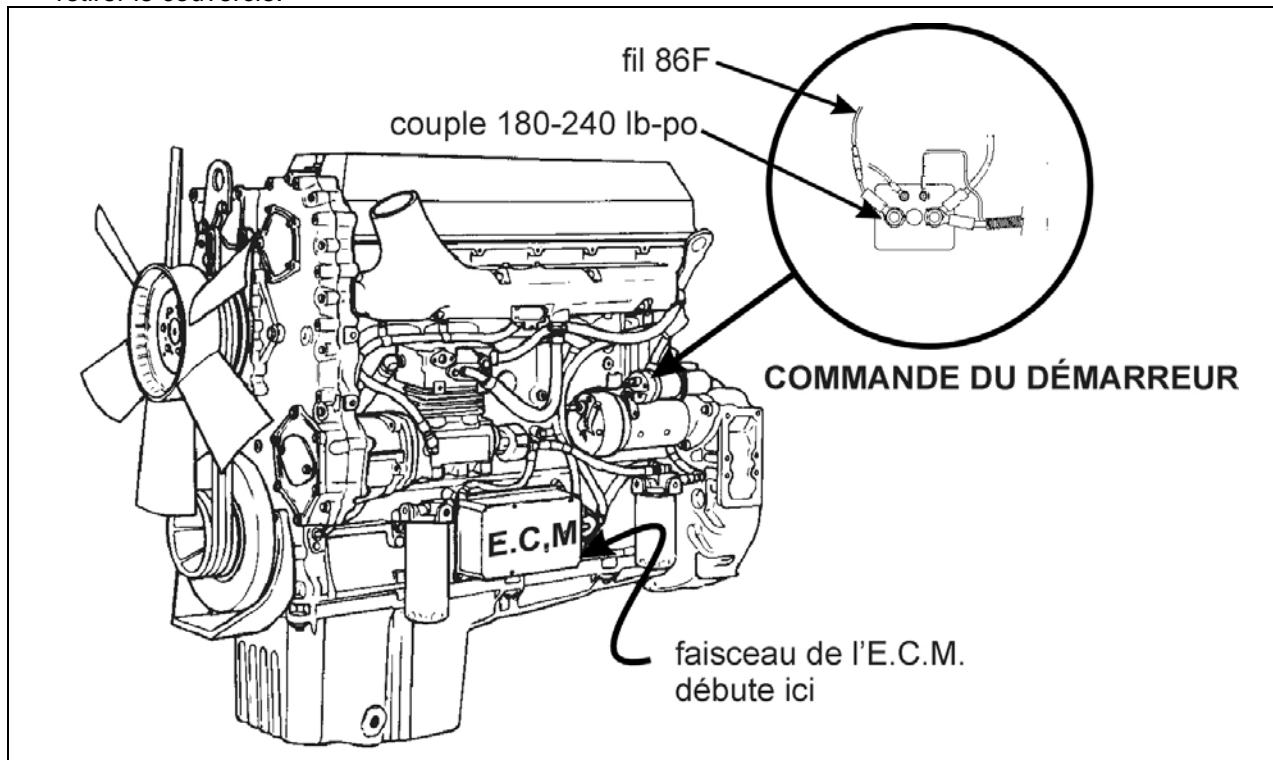

FIGURE 2 : LOCALISATION DU DÉMARREUR
2. Fixer la cosse à anneau du câblage du fusible identifié 86F (pièce Prévest 065213) à la borne de la commande du démarreur (figure 2). Serrer l'écrou à un couple de 180-240 lb-po.
2. Fixer la cosse à anneaux du câblage du fusible identifié 86F (pièce Prévost 065213) à la borne de la commande du démarreur (figure 2). Serrer l'écrou à un couple de 180-240 lb-po.